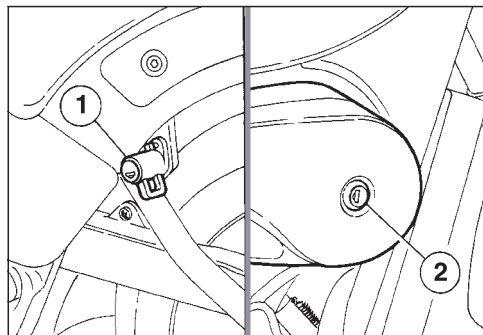

Fig. 6
- ◆ serratura aggancio casco (1-Fig. 6)
- ◆ bauletto portaoggetti (2-Fig. 6).